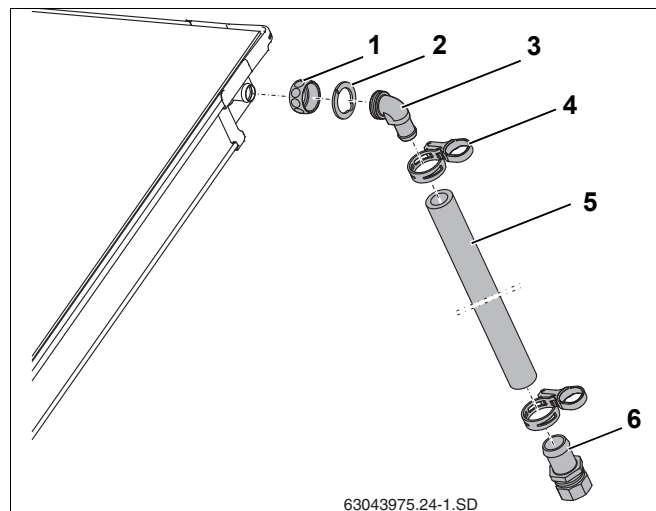

Рис. 35 Монтаж подающей линии
- ▶ Наденьте накидные гайки (рис. 35, поз. 1) на штуцеры коллектора.
- ▶ Уложите зажимную шайбу (рис. 35, поз. 2) за выступ штуцера коллектора и нажать на нее.
- ▶ Наденьте на штуцер угловой наконечник с кольцом (рис. 35, поз. 3), надавив на него, выровняйте и затяните накидной гайкой.
- ▶ Наденьте длинный шланг (1000 мм, рис. 35, поз. 5) на угловой наконечник и закрепите пружинным хомутом (рис. 35, поз. 4).
- ▶ Вставьте наконечник с зажимным кольцом (рис. 35, поз. 6) в шланг солнечного коллектора до упора и зажмите пружинным хомутом.
- ▶ Подключите сборную линию к наконечнику $R\frac{3}{4}$ с зажимным кольцом (18 мм) (рис. 35, поз. 6).